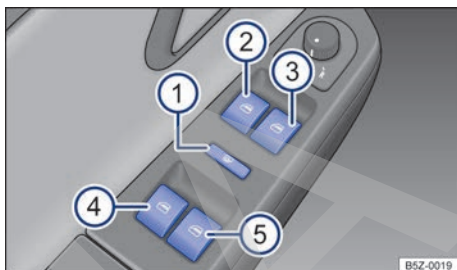

Fig. 30 En la puerta del conductor: teclas de los vidrios eléctricos delanteros.
Leyenda para → fig. 30:
Detenga el curso automático:	Presione o apriete nuevamente la tecla de la ventanilla correspondiente (válido únicamente para las ventanillas delanteras). La tecla de seguridad → fig. 30 ① desactiva las teclas de los vidrios eléctricos en las puertas traseras. De esta forma, se enciende en la tecla la luz de control amarilla.